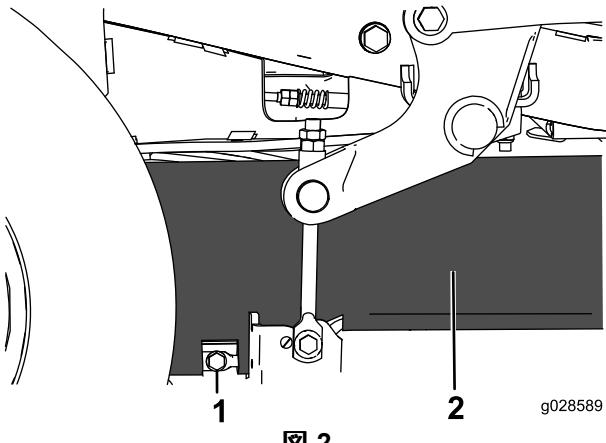

図 2
1. 刈り込みデッキカーテンの下部ボルトをゆるめてカーテンを開放する図2。このボルトは捨てずに保管する。